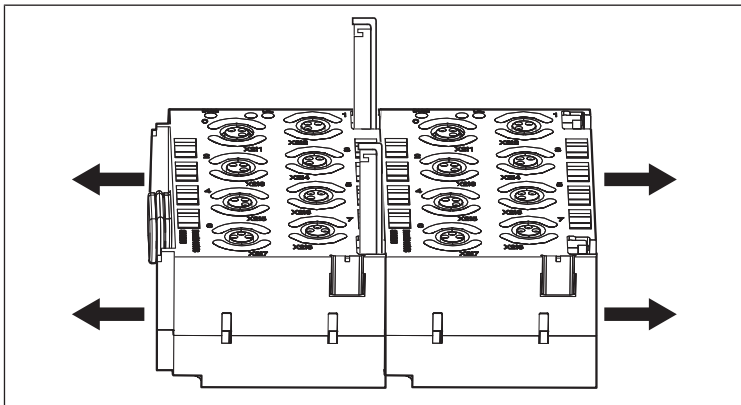

Bild 7: Separera moduler
4. Dra undan alla komponenter åt vänster så att de inte längre är anslutna (se Bild 7: Separera moduler).